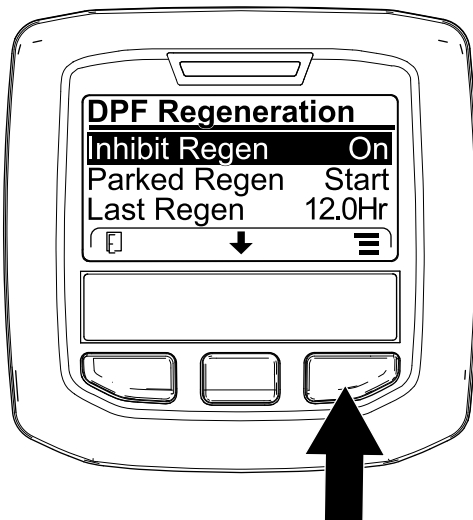
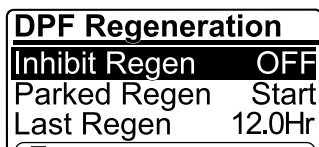

Figura 46
Figura 47
1. Aceda ao menu Regeneração do DPF, prima o botão central para ir até à opção INIBIR REGENERAÇÃO e prima o botão direito para selecionar a entrada Inibir regeneração (Figura 46).
2. Prima o botão direito para alterar a definição da Inibição da regeneração de Ligar para Desligar (Figura 46) ou de Desligar para Ligar (Figura 47).